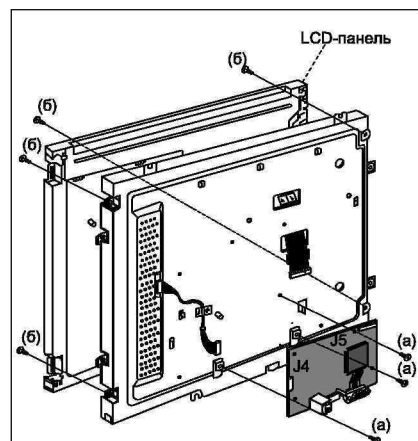

Рис. 7
7. Выкручивают четыре винта (в) и снимают LCD-панель (рис. 7).